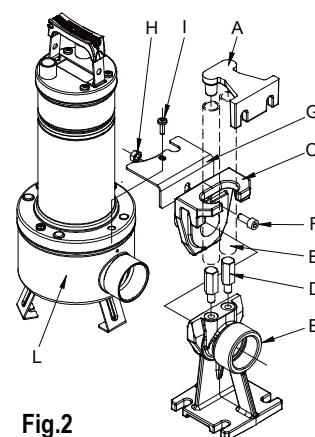

Fig.2
Para as instalações fixas aconselha-se a utilização do dispositivo de elevação DSD2 (disponível por encomenda - Fig.2) para facilitar as operações de manutenção na electrobomba. Inserido entre a boca de compressão da electrobomba e a tubagem evita, nas operações de manutenção, a desmontagem da tubagem de compressão. O dispositivo DSD2 é constituído por 8 detalhes, mais um não fornecido (tubos de 3/4”):
O pé de apoio deve ser posicionado no fundo e fixado com parafusos de ancoragem oportunamente dimensionados. O estribo de guia do tubo deve ser posicionado na parte alta do poço e inserido na extremidade de dois tubos de 3/4" (não fornecidos) que servem de escorregadoiro. Os dois tubos ligam o estribo ao pé de apoio. Posicionar o estribo de base em contacto com o filtro da bomba perto da boca de compressão, fixando-o com os dois parafusos previstos para o bloqueio da tampa do filtro. Retirar o parafuso superior da flange do lado da compressão (I). Montar o estribo anti-rotação (G). Voltar a montar o parafuso (I). Extrair a corrediça do pé de acoplamento e ligá-la com a boca de compressão da bomba. Utilizando o parafuso (F) e a porca (H) fixar a corrediça à bomba como indicado na figura. Voltar a posicionar o conjunto corrediça/bomba no pé (Fig.2)